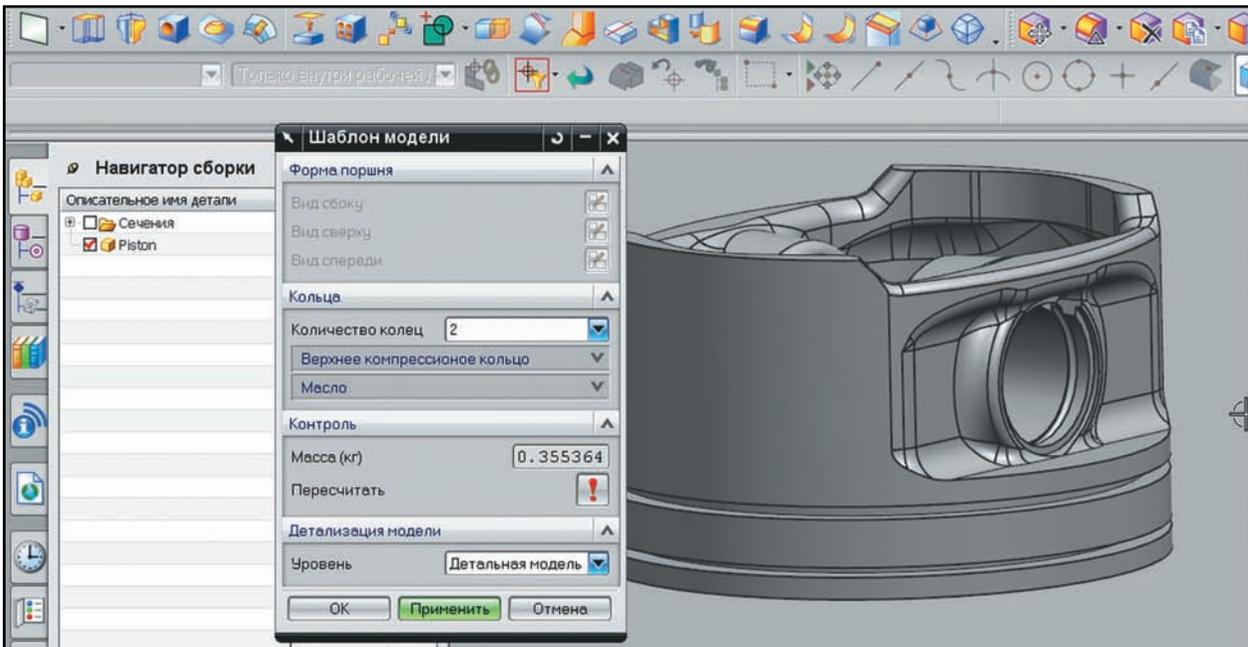

Рисунок 10.53 Проверка шаблона
- Запустите NX7.5, откройте шаблон и активируйте диалог интерфейса. В выпадающем списке, определяющем количество колец (проточек), выберите значение 2. Если шаблон был построен правильно, то переменной `rings` будет присвоено такое же значение, как следствие этого - переменная подавления проточки получит нулевое значение согласно заложенному условию. Проточка будет подавлена в геометрии модели, и эта одна из групп элементов управления параметрами проточки будет скрыта. А эскизы, связанные со значением переменной подавления, останутся видимыми, но будут деактивированными (рис. 10.53).